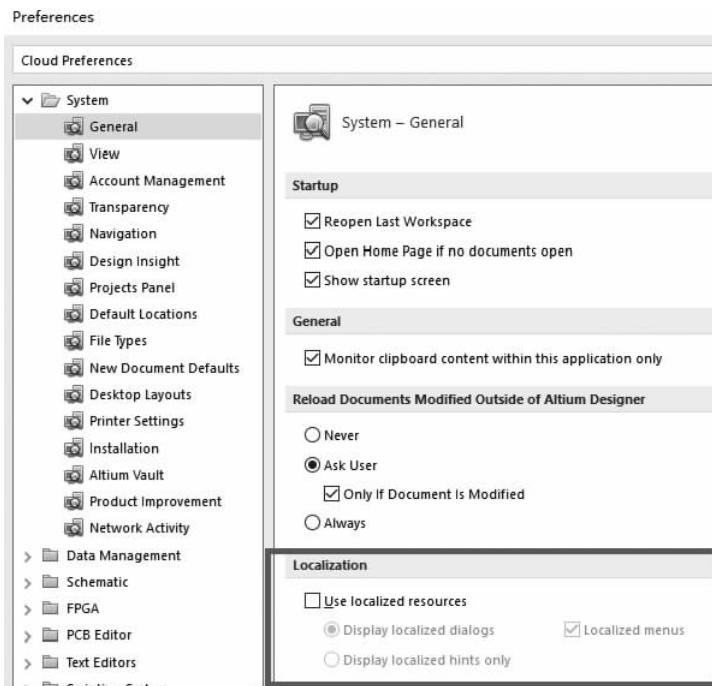

图 1-15 Altium Designer 16 本地化语言选择
(2)在如图 1-15 所示的“Preferences”对话框中,选中“Localization”(本地化)中的“Use localized resources”(使用本地化资源)复选框。